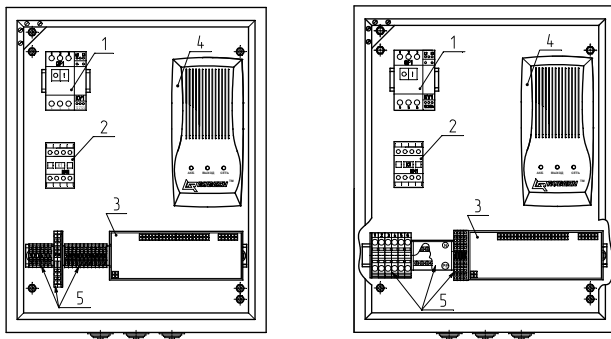

Рисунок 2
4.1 ШУН конструктивно выполнен в прямоугольном металлическом корпусе (см. рисунок 2), внутри которого размещены: